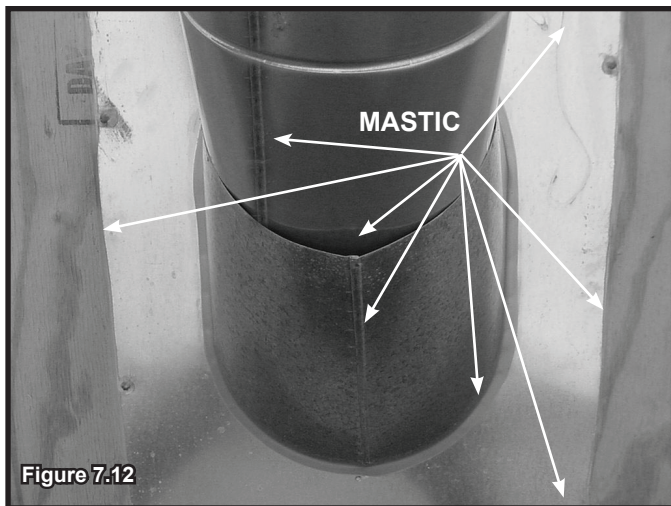

Figure 7.12
- Glissez le solin sur le conduit sortant du toit, comme indiqué sur la figure 7.12.